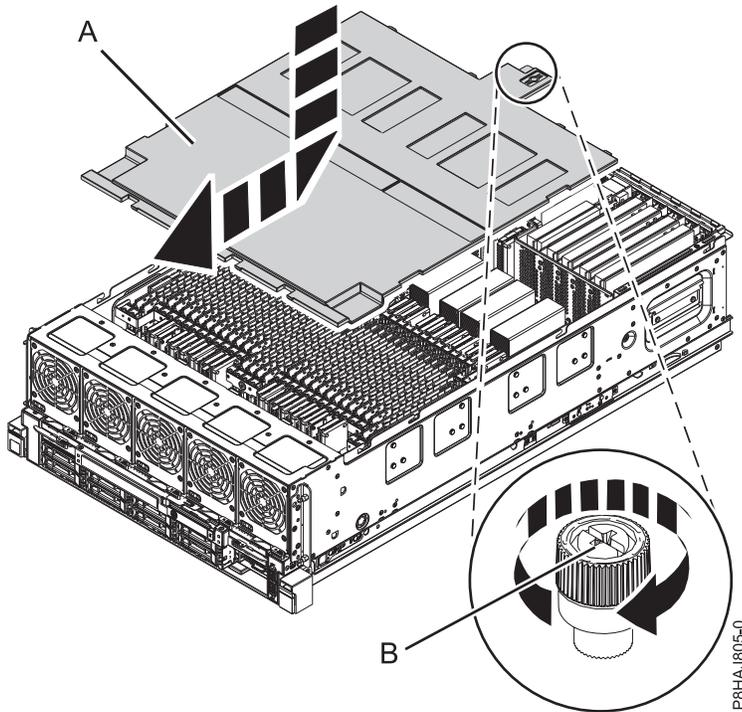

Abbildung 41. Sicherheitsabdeckung wiedereinbauen
2. Schieben Sie die Sicherheitsabdeckung (A) in Richtung Chassis.
3. Ziehen Sie die Rändelschraube (B) fest, indem Sie sie in die in Abb. 41 auf Seite 86 gezeigte Richtung drehen, um die Sicherheitsabdeckung am Chassis zu sichern.